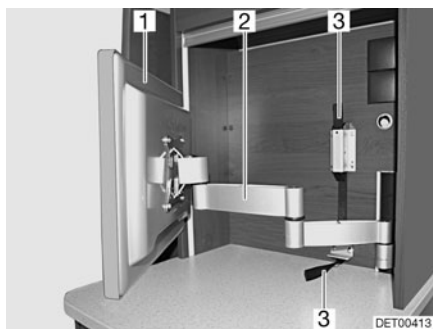

Fig. 56 Pantalla plana con brazo articulado
- Tirar de la cinta textil (Fig. 56,3) para desbloquear el brazo articulado (Fig. 56,2).
- Girar la pantalla plana (Fig. 56,1) a la posición deseada.